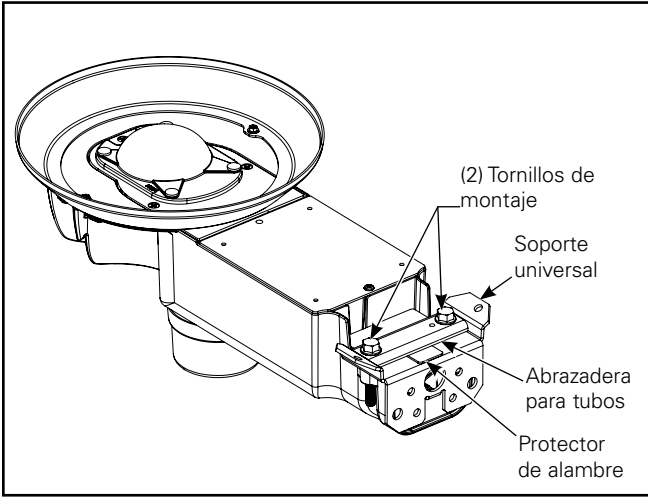

Figura 1.
- 1. Use una llave de tubo de 1/2 "para quitar el soporte de montaje en pared / poste del accesorio y deje a un lado dos pernos de montaje del accesorio y un blindaje de alambre. Deseche la abrazadera de sujeción del tubo. (Figura 1.)
1. Use una llave de tubo de 1/2 pulg. para quitar el soporte de sujeción de la tubería de la luminaria y deje a un lado dos pernos de montaje del accesorio. Deseche el soporte de montaje en pared / poste y el protector de alambre. (Figura 1.)